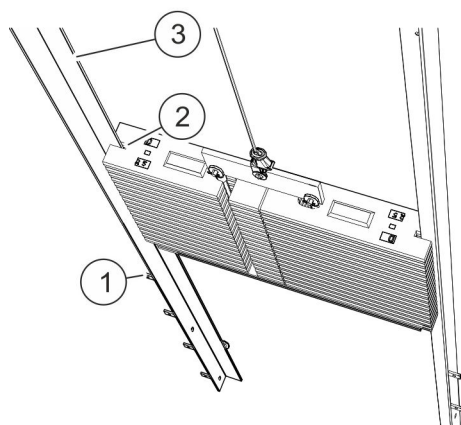

Abb. 34: Gleitwinkel der Gewichts-führung im Tunnel
- 8. ➔ Gleitwinkel der Gewichts-führung (Abb. 34/3) links und rechts in die Aussparungen der Gewichte (Abb. 34/2) schieben und jeweils mit einer Sechskantschraube an der oberen Verbindungs-lasche, im hinteren Langloch und an der unteren Verbindungs-lasche befestigen.